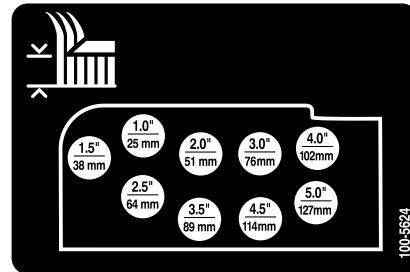

Figura 20
- Monte las cadenas de altura de corte en el taladro de altura de corte deseado con el pasador y el pasador de horquilla (Figura 20).